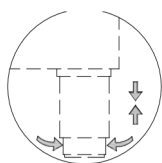

Figura 1
- Adagiate il prodotto su una superficie piana, regolandolo dai piedini di regolazione (Figura 1).